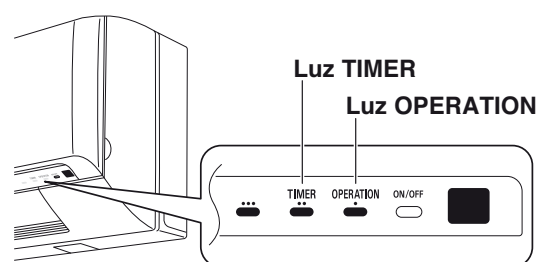

Fig. 59c
- Isso faz que o ventilador comece a produzir ar forçado não refrigerado com as 3 luzes indicadoras (luz OPERATION, luz TIMER, e ) intermitentes na unidade principal. (Fig. 59c)